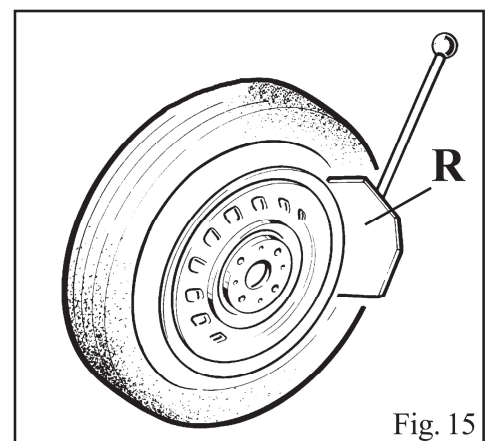

Fig. 15
- Placer la roue contre les butées en caoutchouc sur le côté droit du démonte-pneus (S).
- Placer le détalonneur (R) contre le talon du pneumatique à une distance d'environ 1 cm de la jante (fig. 15). Faire attention à la palette, qui doit bien appuyer sur le pneumatique mais pas sur la jante.
- Appuyer sur la pédale (U) pour activer le détalonneur et la relâcher quand la palette a atteint la fin de course ou à la conclusion du détalonnage.